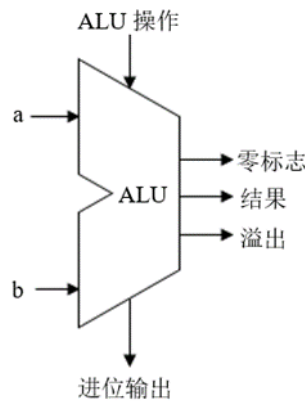

图 1 ALU 功能图
- 1. 具有多种运算功能，见图 1 。运算要求如下：
- 2. 运算结果带有标志位显示功能，见图 1。要求如下：
1. 打开 SignalTap II 工作界面。点击 Quartus II 界面中 Tools 菜单内 SignalTap II Logic Analyzer 栏；弹出 SignalTap II 工作界面。见附图 1。
附图 1 SignalTap II 工作界面